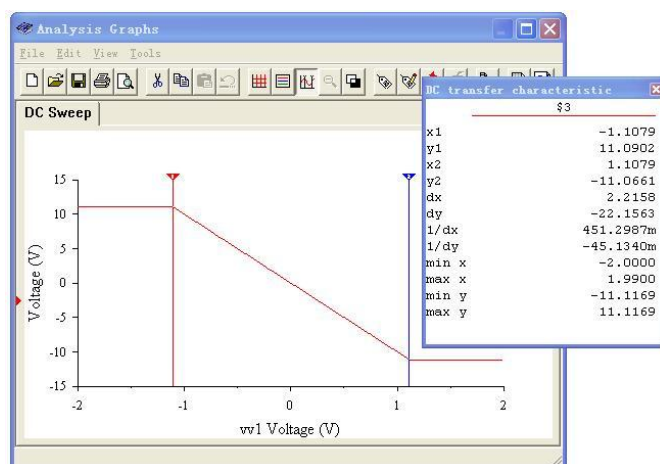

图 6.4 直流扫描分析结果
(2) 点击 **Simulate** 按钮进行仿真，仿真结果如图 6.4 所示。
(3) 在图 6.4 中点击 **Show/Hide Cursors** 按钮 ，可以读取电路的线性输入范围，直流电压增益，正、反向最大输出电压等特性参数。